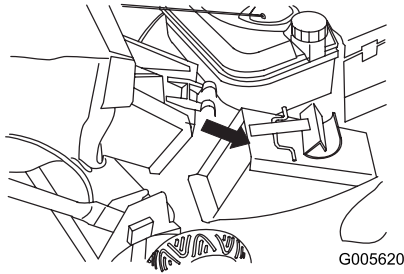

Bild 24
2. Die Korbtüröffnung über die Auswurfkanalöffnung setzen (Bild 24).